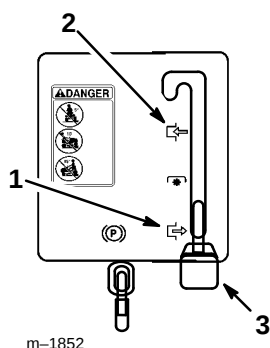

Abbildung 7
4. Den Mähwerkbetätigungshebel auf "DISENGAGED" (ausgekuppelt) stellen (Abb. 7).